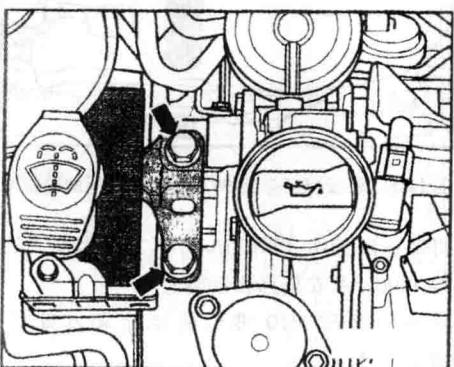

图 1-24 拆下发动机侧机组支承螺栓
37) 如图 1-24 所示，将发动机侧机组支承的螺栓从上面拧下。